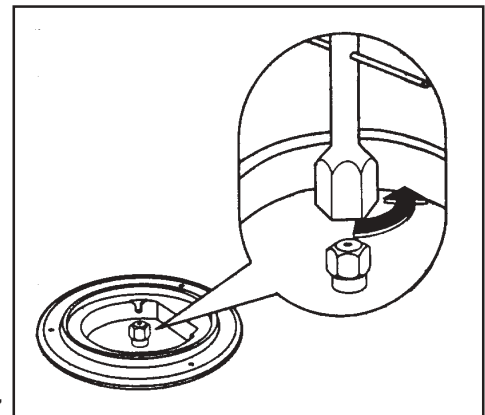

Fig. 7
3. Con una llave tubular de 7 mm. desenrosque y quite (Fig. 7) los inyectores, sustituyendolos con los que correspondan al tipo de gas de funcionamiento (Véase tabla).